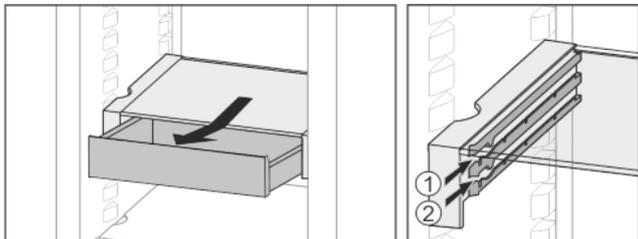

Fig. 23
- ▶ Zasuňte ju v ľubovoľnej výške Fig. 23 (1) alebo Fig. 23 (2).